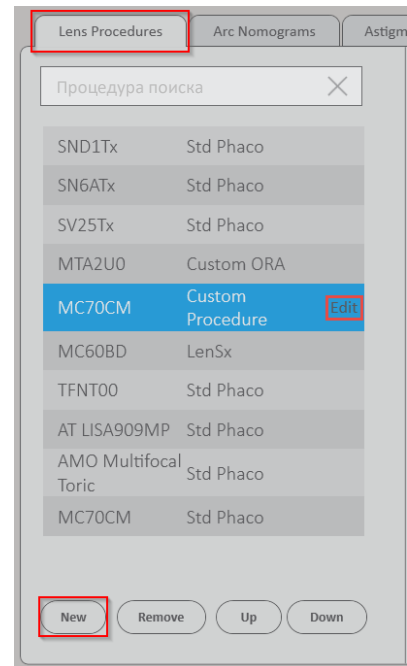

Рис. 28 Редактирование процедур линз
- Определите пользовательское имя для процедуры, нажав в поле *Procedure* (Процедура): затем введите нужное имя вручную. Имя новой процедуры будет добавлено к перечисленным вариантам, как показано на рис.28.
- Чтобы изменить определенные хирургические постоянные для определенной линзы, выберите ее из списка и нажмите на **Edit** (Редактировать) (Рис. 28).